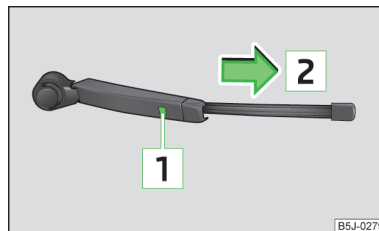

Fig. 35
- » Ridicați brațul ștergătorului de pe geam » fig. 35.